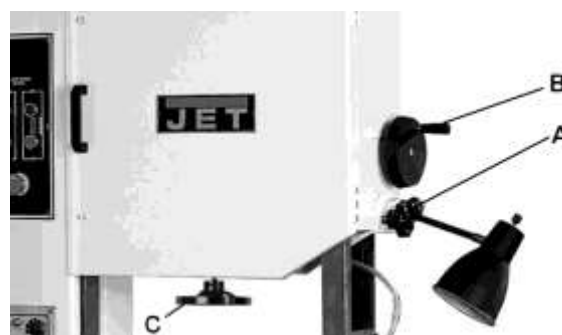

Рис. 8.
1. Поднимите верхнюю направляющую пильного полотна, ослабив ручку фиксации (А, Рис. 8) и повернув маховик регулировки направляющей (В) по часовой стрелке до упора.
3. Чтобы увеличить натяжение полотна, поворачивайте маховик (С, Рис. 8) по часовой
- Ослабьте ручку фиксации (A, Рис. 8) и поворачивайте маховик (B, Рис. 8), пока узел направляющей не окажется посередине между столом и пильной головой, затем затяните ручку (A, Рис. 8).